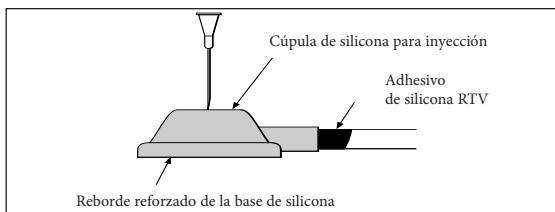

FIGURA 3
- a) Inserte una aguja estéril, nueva y de calibre 21 (o inferior) en el reservorio. De forma ideal, la aguja debe entrar de forma perpendicular a la parte superior del reservorio, según se ilustra en la Figura 3.